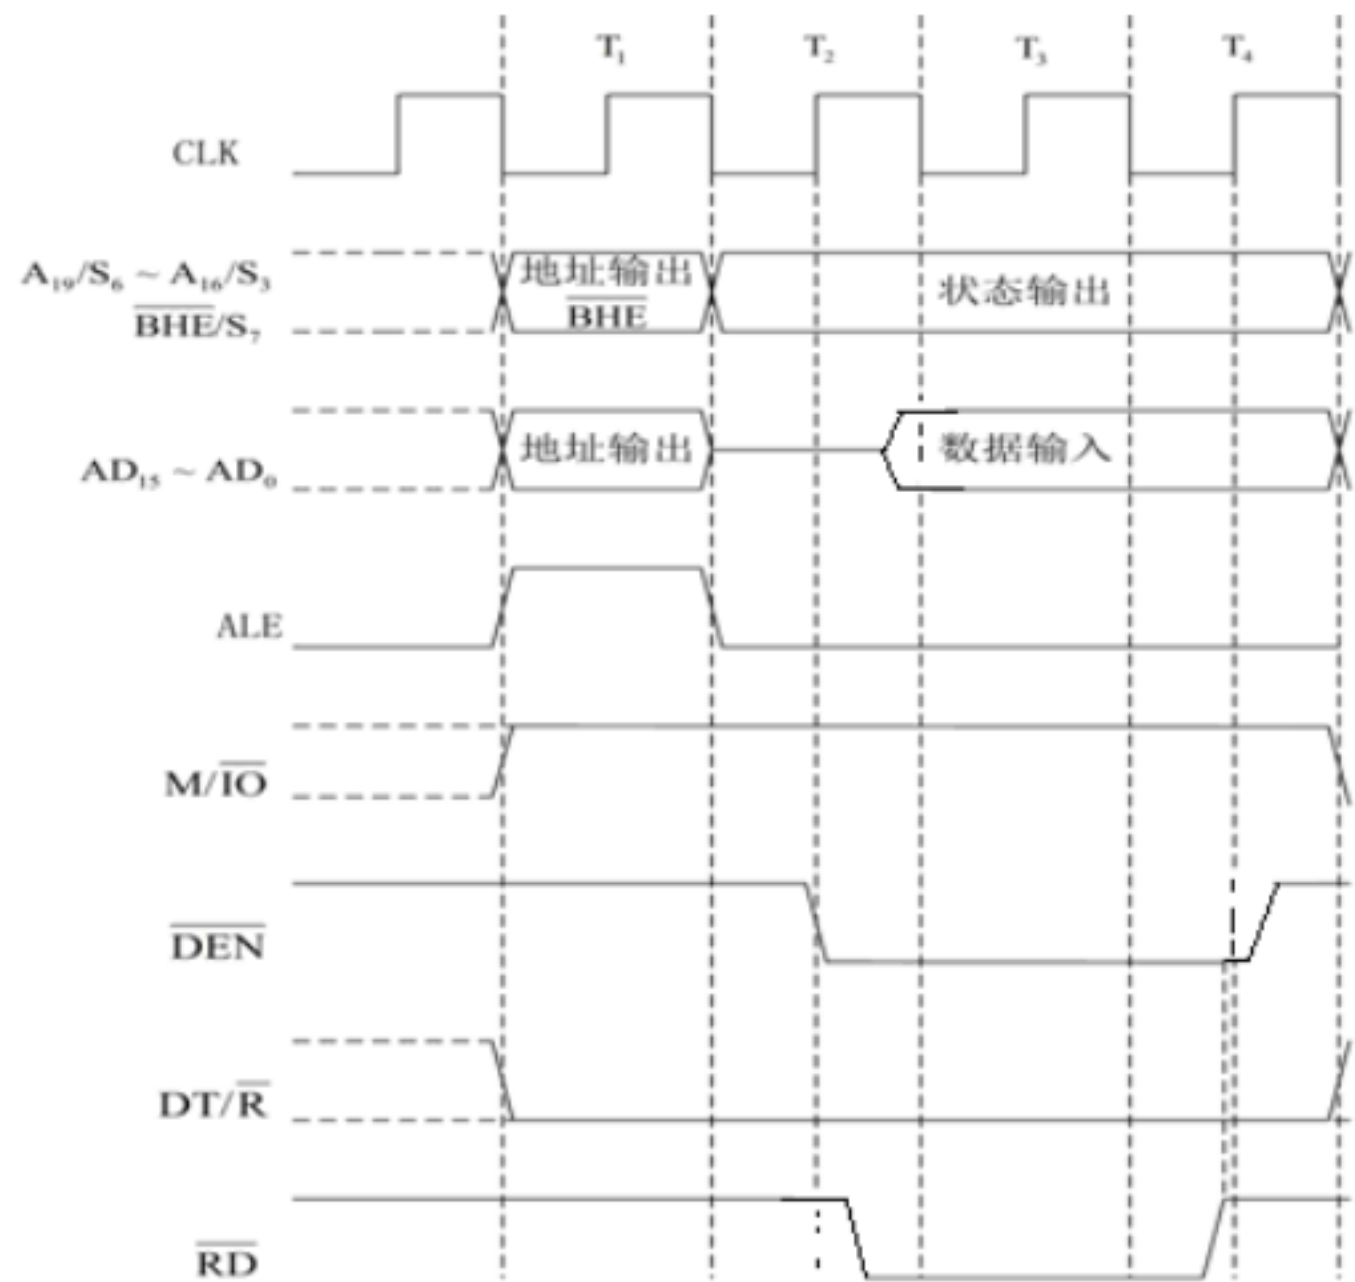

图 5.2 没有等待的 8086 最小方式时序
- (1) 没有等待的 8086 最小方式；
(2) 有一个等待周期的 8086 最小方式。
答：(1) 没有等待的 8086 最小方式时序如图 5.2 所示。